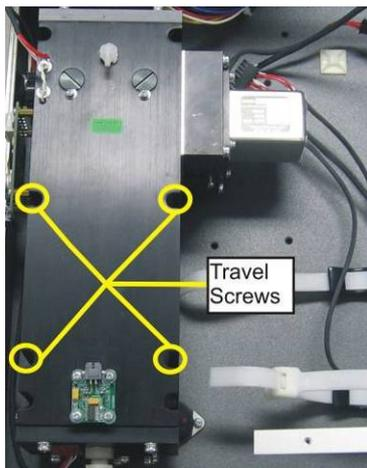

Figure 7 – Emplacements des vis de transport
6. Si l'instrument doit être transporté, remettre les vis de transport en place (voir la Figure 7).